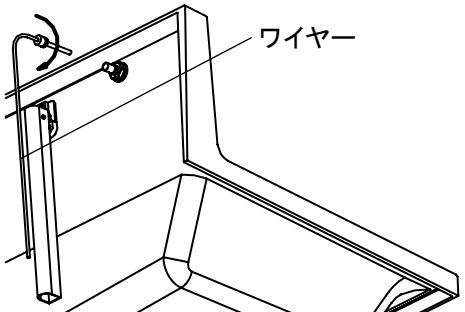

図4-3
- ③バック排水管のワイヤー先端をポップアップつまみの台座に差し込んだ後、ねじ込んで固定してください。[図4-3]